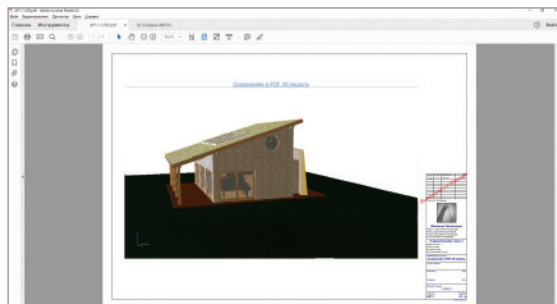

Рис. 11. Модель коттеджа в Adobe Reader (формат PDF)
8. Выберите в Издателе требуемый элемент и опубликуйте его в формате PDF. Итоговый PDF-файл будет содержать вложенный файл навигации U3D (рис. 11). Модель U3D, вложенная в PDF, может перемещаться только в Adobe Reader 7.0 или более поздних версиях.